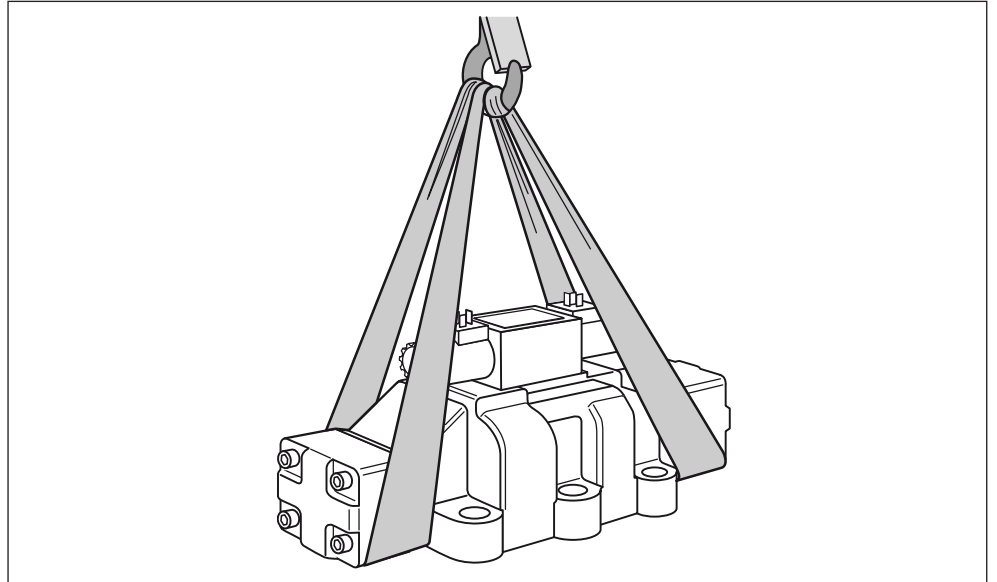

Fig. 1: Posizione del nastro trasportatore
- ▶ Posizionare un nastro trasportatore intorno alla valvola idraulica in modo che non scivoli sopra i componenti (ad es. es. valvola pilota, magneti), vedere fig. 1